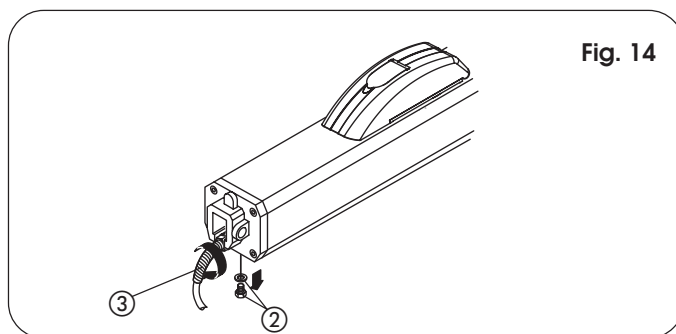

Fig. 14
- A) Coloquen los dos separadores antivibraciones ② sobre la brida anterior.
- B) Introduzcan el cárter presionando con fuerza en la tapa posterior ①.
- C) Fijen el cárter con el tornillo autorroscante ③.
- D) Coloquen la tapa anterior ⑤ en el cárter y bloqueen con el tapón FIX ④.
13) Monte el protector del pliegue del cable eléctrico (ref. ③, Fig.14).
- Quite el tornillo de purga (Fig. 14, ref. ②).